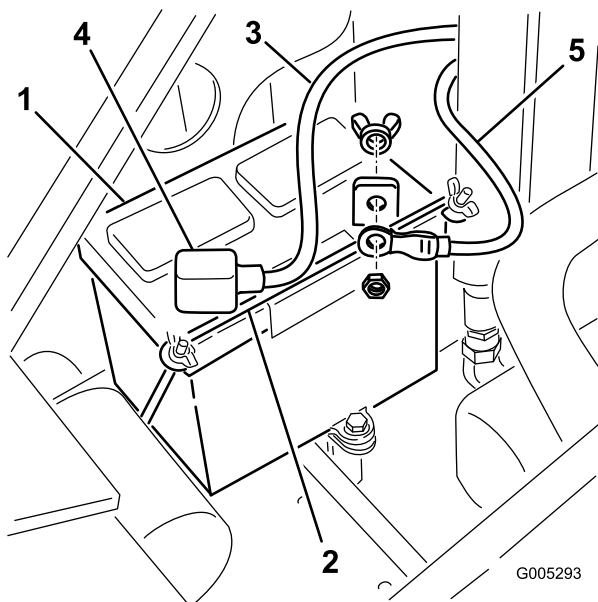

Figure 43
4. Enlevez les écrous à oreilles et les barres de fixation de la batterie (Figure 43).
5. Débranchez le câble négatif (noir) de mise à la masse de la borne de la batterie (Figure 43). Conservez les fixations.
7. Débranchez le câble positif (rouge) de la borne de la batterie (Figure 43). Conservez les fixations.
1. Branchez le câble positif (rouge) de la batterie à la borne positive (+) à l'aide des fixations retirées précédemment (Figure 43).
3. Branchez le câble négatif de la batterie à la borne négative (noir) au moyen des fixations retirées précédemment (Figure 43).
4. Fixez la batterie au moyen de la barre et des écrous à oreilles (Figure 43).